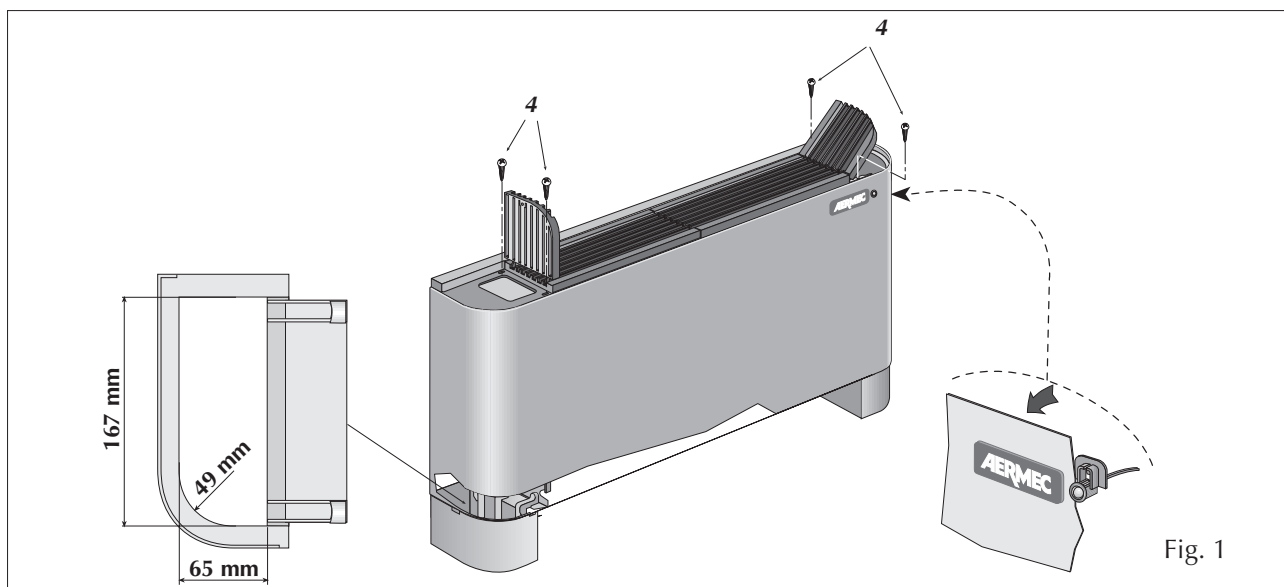

Fig. 1
- aprire i due sportelli ai lati della griglia di mandata, dopo aver rimosso le due viti di bloccaggio (4 fig. 1);
- infilare la sonda SA sul mantello e bloccarla (fig. 1);
- montate l'involucro al ventilconvettore, quindi fissarlo con le 4 viti (4 fig. 1);
- remove the two fixing screws and open the two doors to the sides of the air delivery grille (4 fig. 1);
- insert the sensor SA on the casing and secure (fig. 1);
- mount the fancoil casing and fix by means of the four screws (4 fig. 1);
- Ouvrir les deux volets se trouvant sur les côtés de la grille de refoulement après avoir enlevé les deux vis de blocage (4 fig. 1).
- Enfiler la sonde SA sur la structure et la bloquer (fig. 1).
- Monter la carrosserie du ventilateur et la fixer à l'aide des 4 vis (4 fig. 1).
- die beiden Klappen auf der Seite der Lüftungsgitter öffnen, dazu vorher die beiden Sperrschrauben entfernen (4 Abb. 1);
- den Fühler SA in den Schaft einführen und festspannen (Abb. 1);
- den Mantel an den Gebläsekonvektor montieren und dann mit den 4 Schrauben festspannen (4 Abb.1);